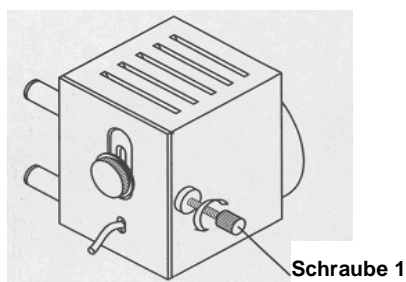

Abbildung 6-3 Schraube lösen
1. Drehen Sie Schraube 1 im Uhrzeigersinn um sie zu lösen. Siehe Abbildung 6-3